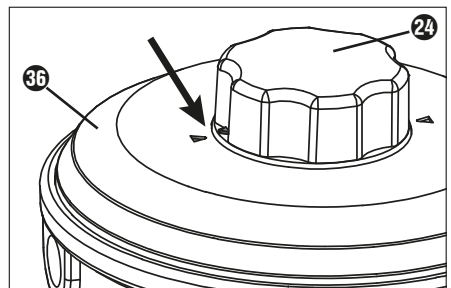

Abb. 1
- 1) Achten Sie darauf, dass die beiden Pfeile auf dem Deckel **36** und auf dem Drehknopf **24** der Fadenspule **23** zueinander zeigen (siehe Abb. 1).